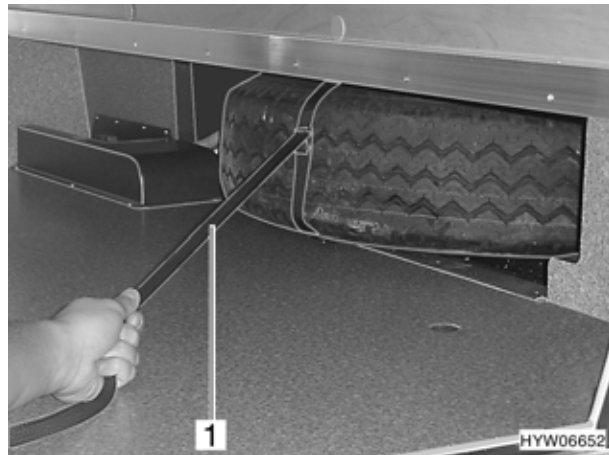

Fig. 178 Ruota di scorta sottoscocca (variante 1)
- Estrarre la ruota di scorta con la cintura di arresto (Fig. 178,1).